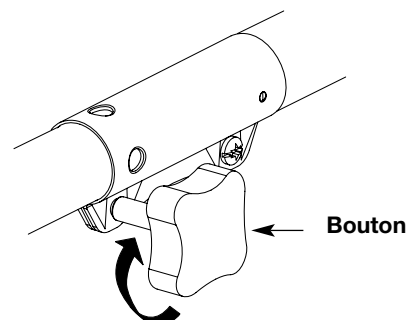

Fig. 3
4. Serrez le bouton en le tournant à droite (Fig. 3).